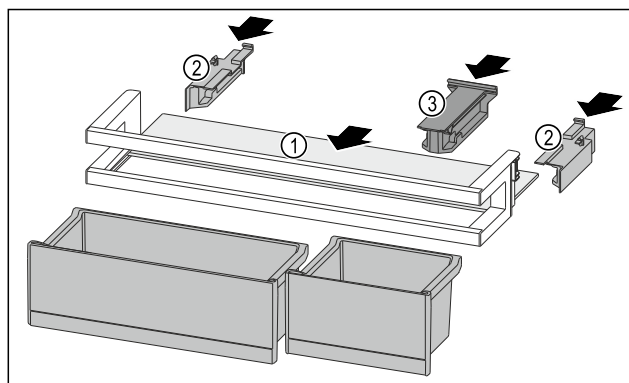

Fig. 183
- ▶ 将搁板 Fig. 183 (1)推入侧面凹槽。
- ▶ 插入侧面部分 Fig. 183 (2)。
- ▶ 插入定位件 Fig. 183 (3)。